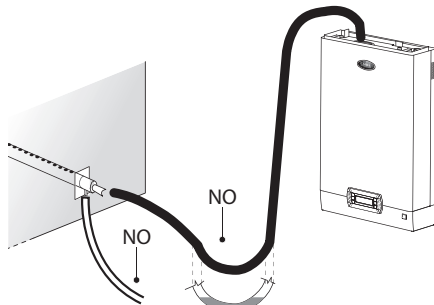

Fig. 3.d
Für den Ablauf des Kondensats muss ein Abschlämmschlauch mit einem Siphon an die Verteilerbasis angeschlossen werden (Mindestneigung 5°, siehe Fig. 3.d).
- ☐ Die Dampfschläuche sind nach oben gerichtet, und der Verteiler hat eine Mindeststeigung von 2° nach oben (siehe Fig. 3.c).
- ☐ Der Dampf- und Kondensatschlauchverlauf entspricht den Beschreibungen dieses Kapitels (siehe Fig. 3.d).